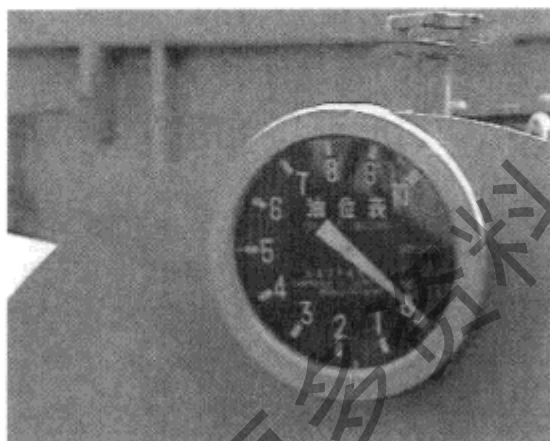
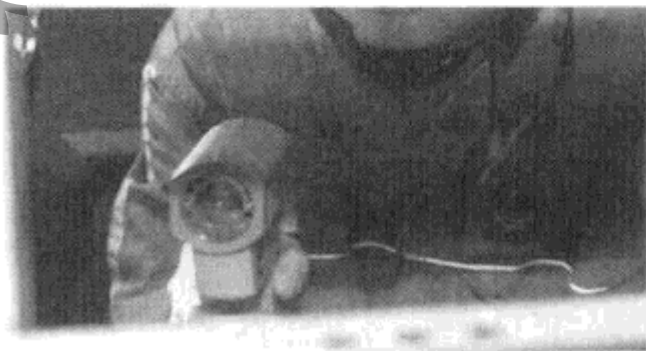

图 5-42 设置在油枕上的油位表
图 5-43 红外线测温仪
① 刮大风时检查变压器附近有无容易被吹动飞起的杂物，防止其被吹落到带电部分，并注意引线的摆动情况。
② 在大雾天气检查套管有无闪络、放电现象。
③ 在大雪天气检查变压器顶盖至套管连线间有无积雪、挂冰情况，油位表（如图 5-42 所示）、温度计、瓦斯继电器有无积雪覆盖情况。
④ 雷雨时检查变压器各侧避雷器上计数器的动作情况，检查套管有无破损、裂缝及放电痕迹。
⑤ 气温突变时，检查油位及油温变化情况。目前比较先进的测温度装置是红外线测温仪（如图 5-43 所示），人在较远处就可测量变压器及线路的温度。